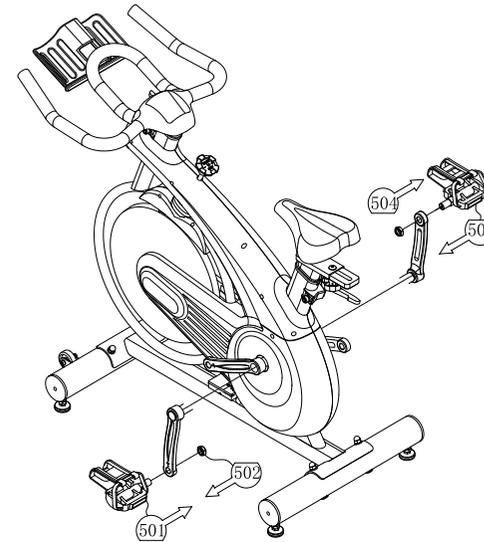

Figure 5
5. Открутите левостороннюю шестигранную самостопорящуюся низкую гайку М18 х 1.5 на конце левой педали в направлении по часовой стрелке. В соответствии с указателями 5.01 и 5.02 рис.5, левая педаль вкручивается против часовой стрелки в отверстие между левым шатуном и рамой, после чего винт левой педали затягивается 19# ключом до упора. После этого винт фиксируется левосторонней шестигранной самостопорящейся низкой гайкой М18 х 1.5 и закручивается в направлении против часовой стрелки при помощи 24# ключа.
Открутите шестигранную самостопорящуюся низкую гайку М18х1.5 на конце правой педали. В соответствии с указателями 5.03 и 5.04 рис.5, правая педаль вкручивается в отверстие между левым шатуном и рамой, после чего винт правой педали затягивается 19# ключом до упора. После этого винт фиксируется шестигранной самостопорящейся низкой гайкой М18 х 1.5 и закручивается в правую педаль при помощи 24# ключа.